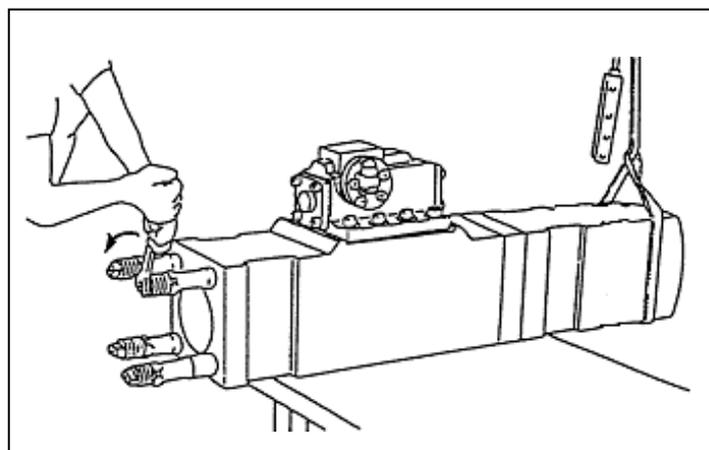

Fig.8
8. Com a chave correcta rode cada parafuso no sentido contrário dos ponteiros do relógio. Veja a Fig.8.